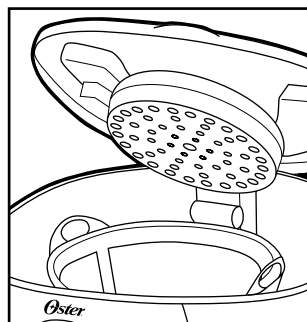

Figura 5
2. Coloque el filtro permanente Oster®, o si lo prefiere, coloque un filtro de papel estilo canasta para 10 tazas en el recipiente removible del filtro (Figura 5).